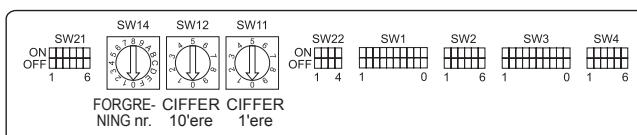

Fig. 4-9
- ① Klemrække til indendørsenhedens transmissionskabel
- ② Klemrække til udendørsenhedens transmissionskabel (M1(A), M2(B), S)
- ③ Fjernbetjening
- ④ Modtager til trådløst signal
- ⑤ Trådløs fjernbetjening
4.5. Indstilling af adresser (Fig. 4-9)